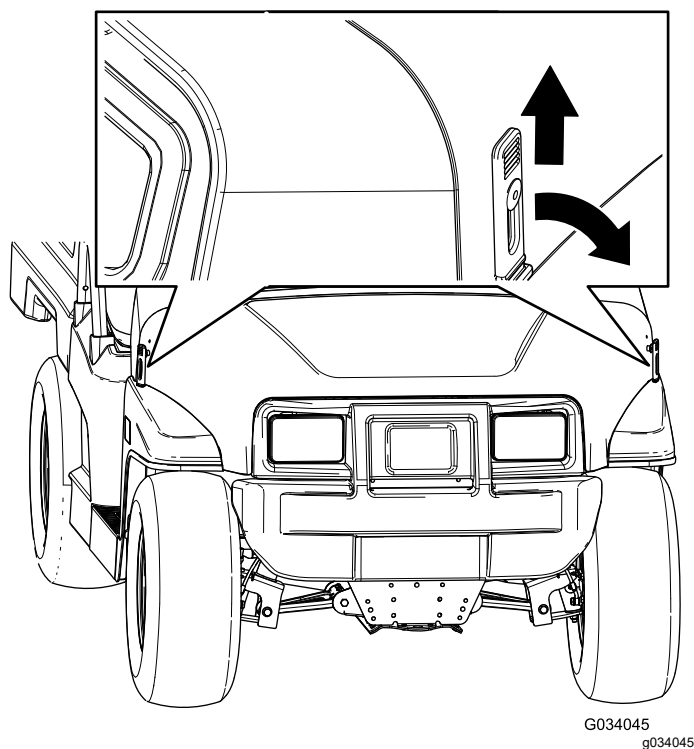

Figure 25
1. Soulevez la poignée des loquets en caoutchouc de chaque côté du capot (Figure 25).
2. Fixez le capot en place en alignant les loquets en caoutchouc sur les ancrages de verrouillage de chaque côté du capot (Figure 25).